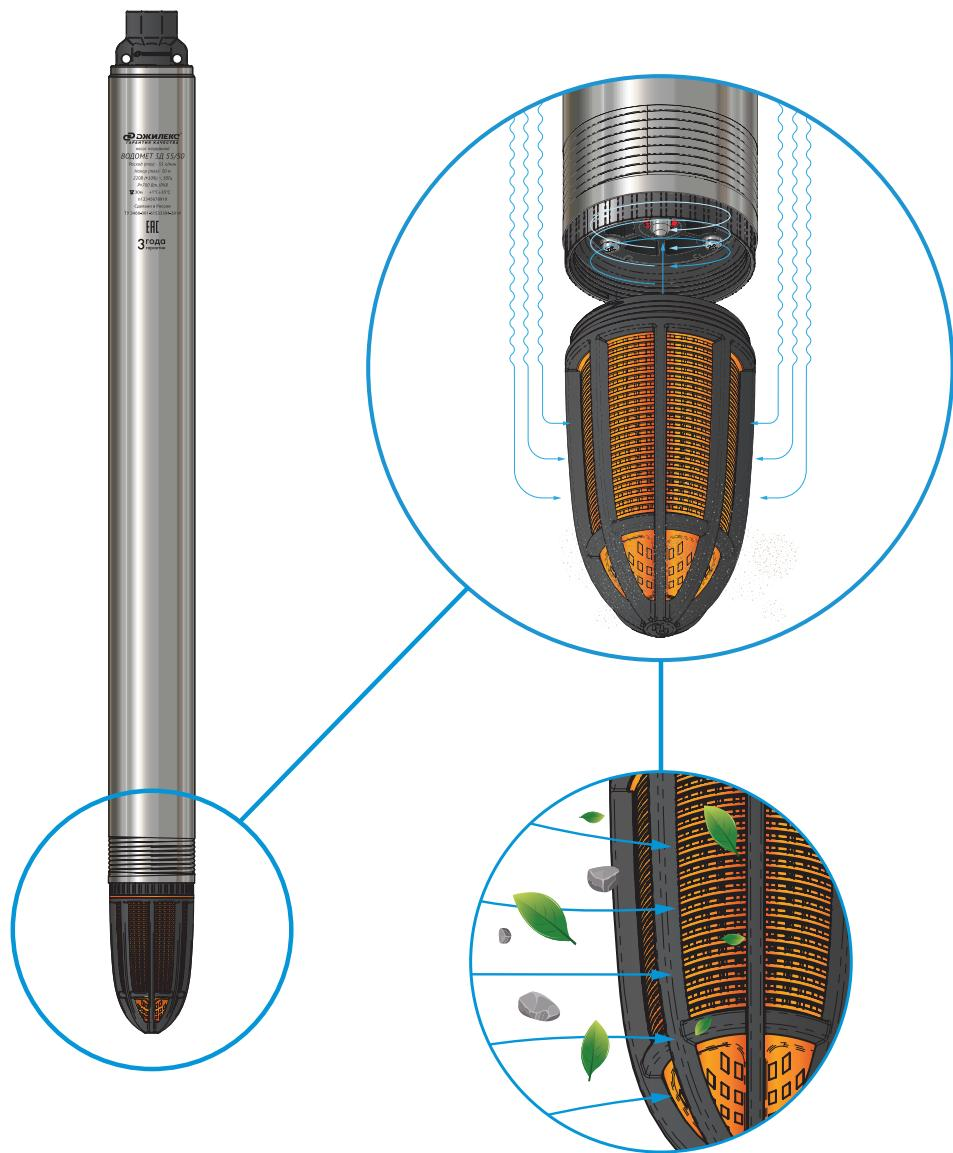

Рисунок 2
- В нижней части насоса «ВОДОМЕТ ЗД» расположена водозaborная часть, состоящая из крышки и съемного сетчатого водозaborного фильтра (рисунок 2). Съемный водозaborный фильтр позволяет обеспечить повышенную степень защиты насоса, предотвращая всасывание грязи и песка. Конусообразная форма нижней крышки облегчает опускание насоса в скважину при «ступенчатом» соединении обсадных труб. Площадь поверхности заборной сетки фильтра в разы больше, чем у классической конструкции водозaborной части насоса. Это позволяет полноценно качать воду, даже если ошибочно при монтаже насос опустили на дно источника или при частичном засорении всасывающей сетки, не теряя при этом своих характеристик и не подвергая перегрузкам электродвигатель. Фильтр состоит из двух частей – адаптера и фильтрующей сетки, соединенных между собой резьбой. При загрязнении глиной, илом, длинноволокнистыми включениями достаточно открутить фильтрующую сетку и очистить её. Это упрощает обслуживание и увеличивает срок службы насоса.